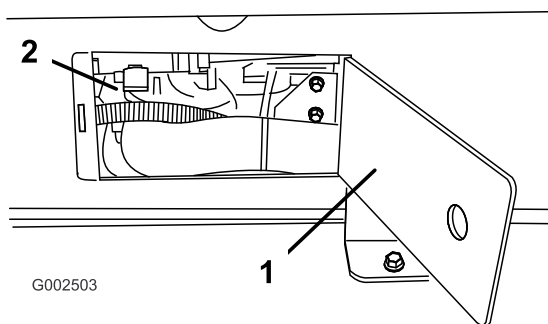

Figura 21
11. Utilize os painéis de acesso de ambos os lados do patim do depósito para verificar se há tubagens ou cabos entalados (Figura 21).